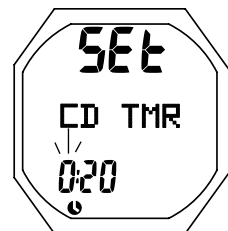

Fig. 11 - AJUSTE DEL CDT
**Ajuste del CDT** - Ésta es la información mostrada (Fig. 11):